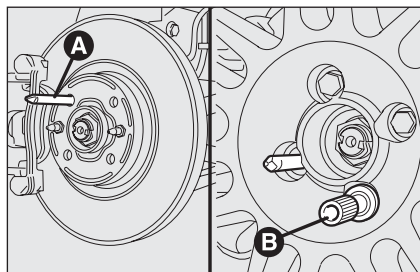

fig. 9
- ☐ avvitare il perno di centraggio **A**-fig. 9 in uno dei fori dei bulloni di fissaggio presenti sul mozzo ruota;